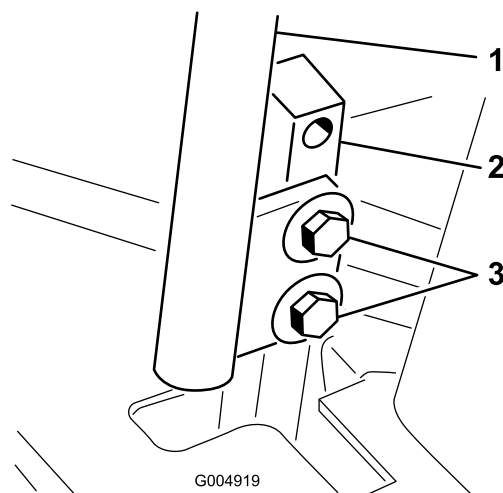

Figura 61
- Afloje los pernos que sujetan las palancas de control (Figura 61).